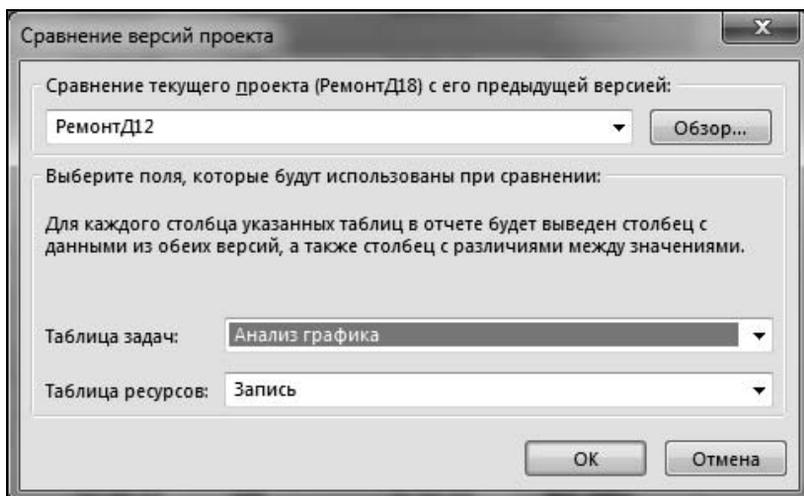

Рис. 8.1. Вид окна сравнения проектов
3. Выбрать вкладку **Отчет** и в области **Project** щелкнуть в ней по кнопке **Сравнить проекты** (это самая левая кнопка). Нажать кнопку **Обзор** и выбрать для сравнения файл РемонтД12.mpp. В списке **Таблица задач** выбрать таблицу **Анализ графика** и щелкнуть по кнопке **ОК**. Вид открывшегося окна **Сравнение версий проектов** показан на рис. 8.1.
4. В показанном на рис. 8.1 окне нажать кнопку **ОК**. Это приведет к тому, что будут запущены операции сравнения графиков, и после их завершения экран примет вид, показанный на рис. 8.2. Оба файла проектов при этом будут открыты. Как видно из рис. 8.2, экран оказывается разбитым на три области. Две нижних выделены для сравниваемых вариантов графика, а верхняя область экрана — для сравнения графиков. В частности, именно на ней наглядно показана разница в длительности задачи 3 сравниваемых вариантов графика проекта.
При анализе версий проектов важно обеспечить одинаковый состав полей таблиц в сравниваемых проектах (см. рис. 8.1). Анализ сохраненных файлов сравнения может позволить, например, увидеть отклонения сроков в разных версиях графика проекта.